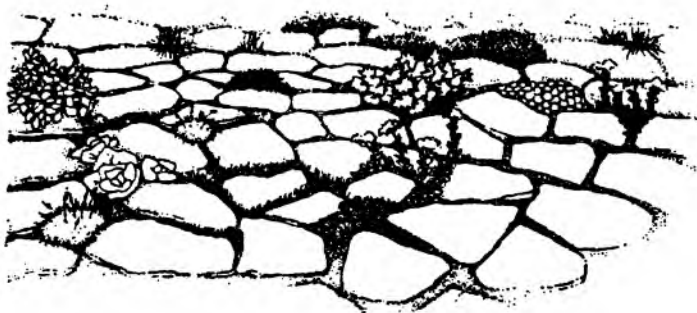

Рис. 5.1
1. Альпийские растения, высаженные между колотым булыжником, который располагают горизонтально по поверхности почвы (рис. 5.1.).